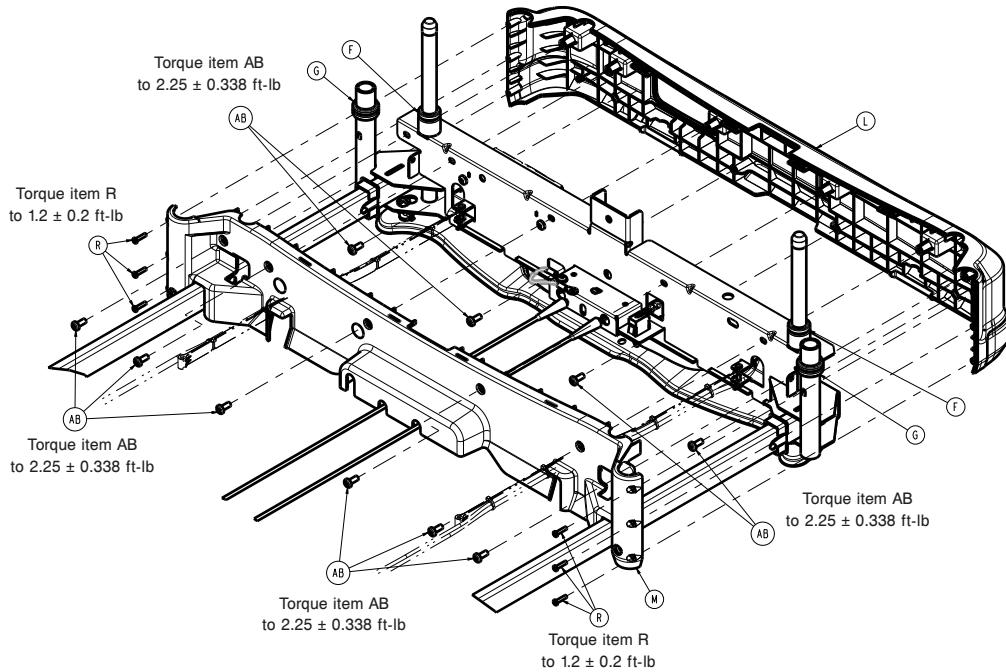

Figure 18 – Remplacement du couvercle
6. À l'aide d'une clé Torx T15, retirer les six vis externes (R) qui fixent le couvercle avant (L) au couvercle arrière (M) (Figure 18). Conserver les vis.
7. À l'aide d'une clé Torx T30, retirer les six vis (AB) qui fixent le couvercle avant au couvercle arrière (M) (Figure 18). Conserver les vis.
9. À l'aide d'une clé Torx T30 avec une clé à cliquet et une extension de 3 po, retirer les quatre vis (AB) qui fixent le couvercle avant au châssis du prolongateur (Figure 18). Retirer et éliminer le couvercle avant.